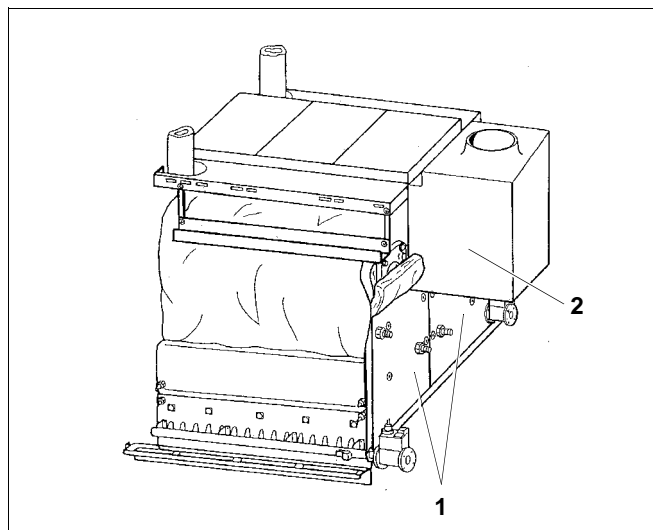

Fig. 54 Monter les faces arrière
- Visser les deux faces arrière (fig. 54, **pos. 1**) avec à chaque fois quatre vis à tête plate 3,9 x 9,5.